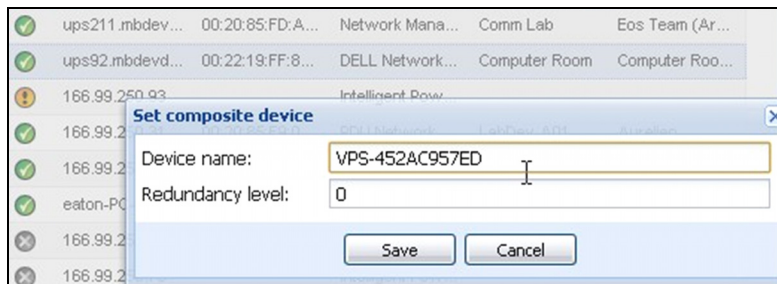

Abbildung 83. Dialogfeld „Set Composite Device“ (Verbundgerät festlegen)
- 4 Geben Sie im Dialogfeld einen Gerätenamen, einen Redundanzmodus und eine Redundanzstufe an (siehe Abbildung 83):